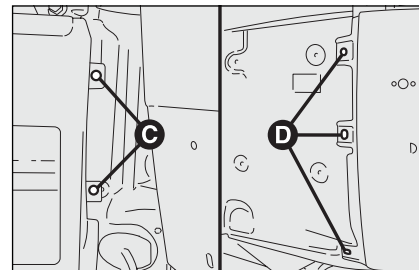

fig. 30c
- draai de twee bevestigingen **C** aan de zijde van de achterdeur los; deze zijn bereikbaar nadat de deur iets geopend is **fig. 30c**;
- draai de drie bevestigingen aan de zijkant **D** op het zijpaneel los; deze zijn bereikbaar nadat de lijst aan de zijkant is verwijderd **fig. 30c**. Voor het verwijderen van de lijst, moet u de drie onderste zelftappende bouten losdraaien en voorzichtig de klikpennen losmaken om te voorkomen dat ze breken. Als een of meer pennen breken, moet u ze vervangen;